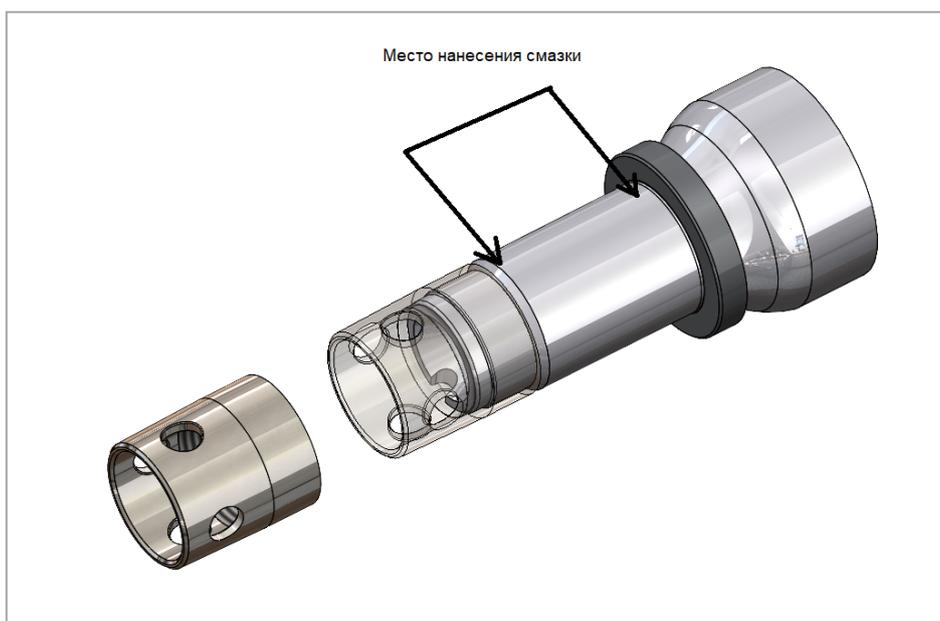

Рис. 5.1. Место нанесения смазки
2) Нанесите тонкий слой антифреттинговой смазки 85% на цапфу, остаток 15% используйте ближе к упорному кольцу (рис. 5.1)